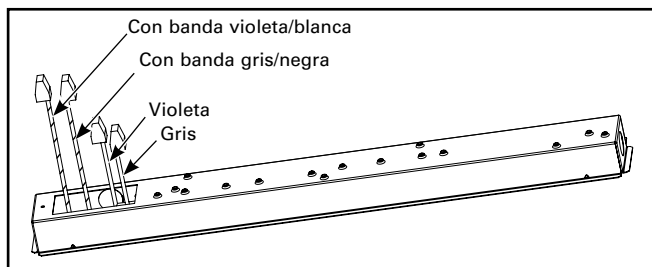

Figura 2.
- 2a. Para un dispositivo sin sensor integrado, ubique cuatro cables de control con tuercas de presión (violeta, gris, franja violeta/blanca, franja gris/negra). (Figura 2.)
3. Use las tuercas de presión suministradas para conectar la entrada de control de 0-10 V que atenúa los cables violeta y gris a los cables violeta y gris de la luminaria correspondiente. (Figura 2.)